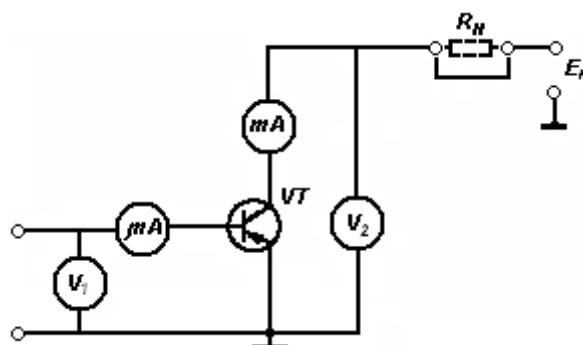

Рис. 3. Схема для снятия характеристик транзистора
Лабораторная работа выполняется на стенде по исследованию элементной базы полупроводниковых устройств (рис. 3).
1. Собрать схему исследования транзистора в соответствии с рис. 3, обеспечив включение транзистора по схеме с общим эмиттером.